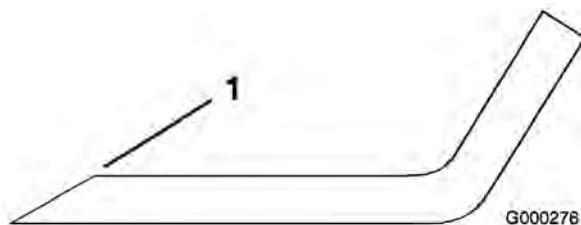

Figure 70
1. Au moyen d'une lime, aiguisiez les tranchants aux deux extrémités de la lame (Figure 70) en veillant à conserver l'angle de coupe d'origine. Limez la même quantité de métal sur chacun des deux tranchants pour ne pas déséquilibrer la lame.